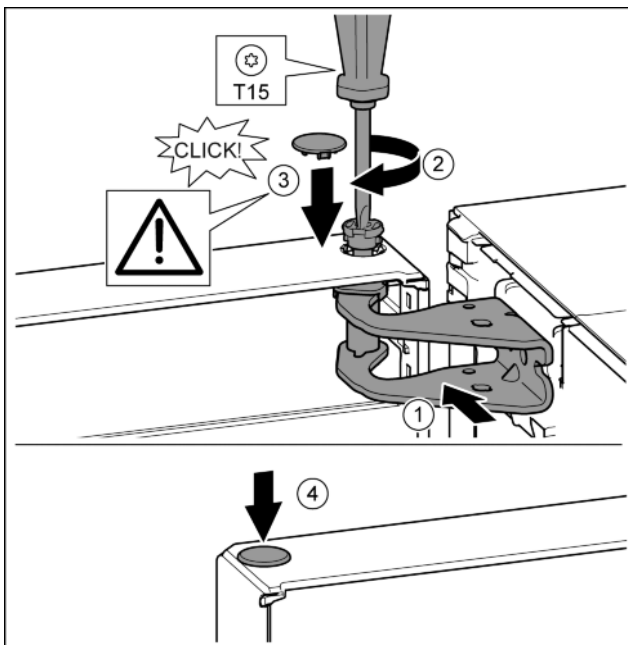

Fig. 21
- ▶ Регулирайте вратата горе спрямо отвора в лагерната стойка. Fig. 21 (1)
- ▶ Поставете болта и затегнете здраво с отвертка T15. Fig. 21 (2)
- ▶ Монтаж на предпазния капак за осигуряване на вратата: Поставете предпазния капак и проверете дали той е допрян до вратата. В противен случай поставете изцяло болта. Fig. 21 (3)
- ▶ Поставете тапата. Fig. 21 (4)